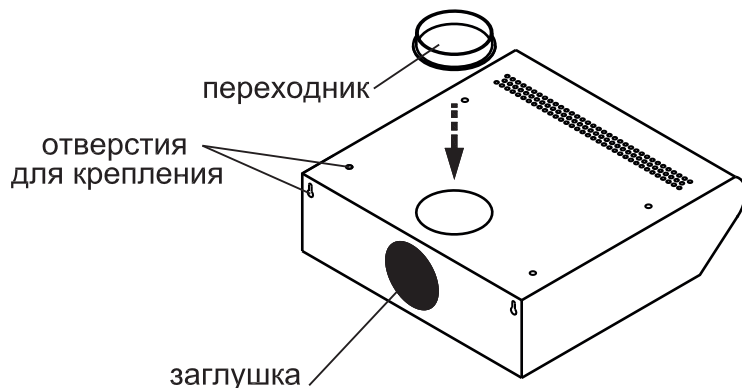
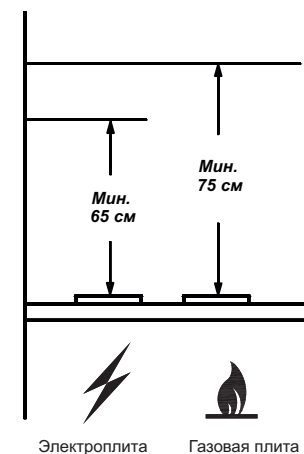

РИС. 6
РИС. 1
При установке зонта соблюдайте указания п.1.2 ( рис.1). Разметьте и просверлите четыре отверстия, согласно отверстиям для крепления на верхней панели корпуса зонта вытяжного (рис. 6). Затем прикрепите зонт к полке.
- присоедините к изделию воздуховод. Соединение осуществляется с помощью специального пластикового переходника, который вы найдете внутри корпуса изделия. Зафиксируйте переходник в верхнем положении (рис. 6).
- Заглушкой (рис. 6) закройте отверстие на задней стенке изделия.
1.2 Устанавливайте зонт на высоте, как показано на рис. 1.
**4.6 Зонт устанавливайте** над плитой в соответствии с рис. 1.